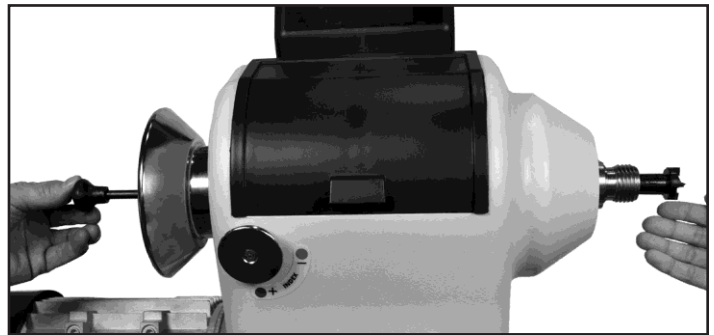

FIG. 13
**E. VOLANT DE MAIN DE POIGNÉE DE QUEUE:** La roue à main avance ou rétracte la plume. La poignée de verrouillage de la plume (D) doit être lâche pour déplacer la plume.
**F. CONTRE-POINTE LIVE CENTER:** Utilisé pour tourner entre les centres. Le Live Center (L, # D1) et la plume (# D6) ont des cônes MT-2. Retirez le centre sous tension en rétractant la plume jusqu'à ce que le centre se desserre, ou utilisez la longue barre défonçable. **REMARQUE:** Soyez prudent et maintenez le centre en direct pendant ce processus afin qu'il ne s'envole pas sur le sol. Même processus qu'indiqué dans la figure 13 pour l'éperon centrer.
L'éperon centre (M, # B27) est utilisé pour tourner entre les centres. Il s'insère dans la broche. La broche et le centre d'éperon ont des cônes MT-2 assortis. Le centre de l'éperon peut être retiré de la broche avec la longue barre de débrayage (S). Insérez la barre défonçable à travers l'extrémité gauche extérieure opposée de la broche, puis frappez l'extrémité arrière du centre de l'éperon pour la faire sortir de la broche. **REMARQUE:** Soyez prudent et maintenez le centre d'éperon pendant ce processus afin qu'il ne s'envole pas sur le sol. Figure 13.